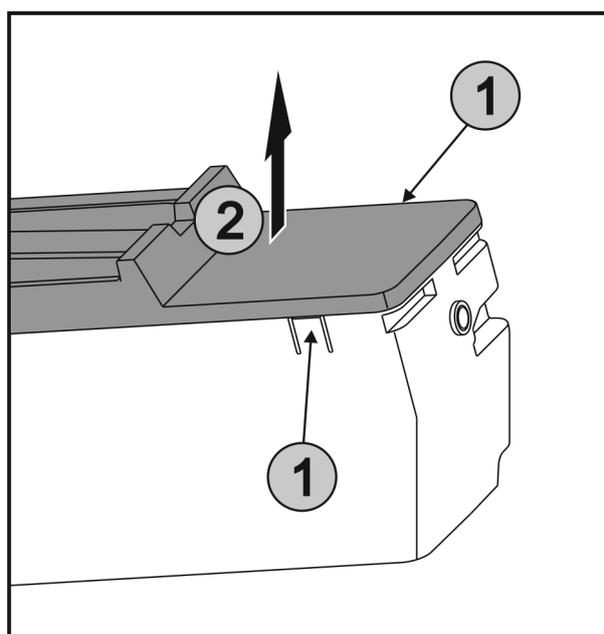

Fig. 48
- Premere contemporaneamente le linguette Fig. 48 (1) su entrambi i lati di EasyTwist-Ice e rimuovere la copertura sollevandola verso l'alto Fig. 48 (2).